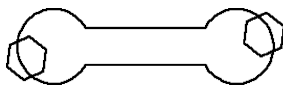

图 3-7 并集处理
(5) 并集处理。单击“三维工具”选项卡“实体编辑”面板中的“并集”按钮, 将矩形分别与两个圆进行并集处理, 如图 3-7 所示。